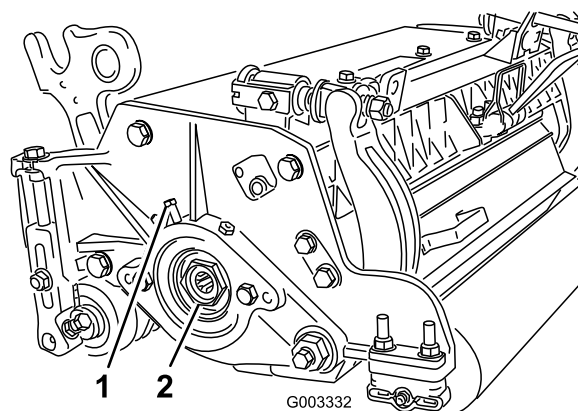

Bild 28
- A. Lösen Sie die externen Stellschrauben, mit denen die Einstellmutter des Lagers am Lagergehäuse links am Mähwerk befestigt ist (Bild 28).